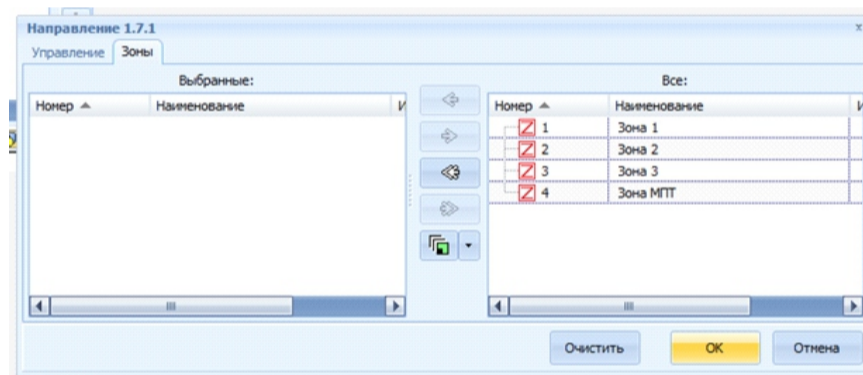

Рисунок 8
6.6 Для настройки светодиода «Пожар» выбрать зоны, которые приписываются к направлению (рисунок 8).